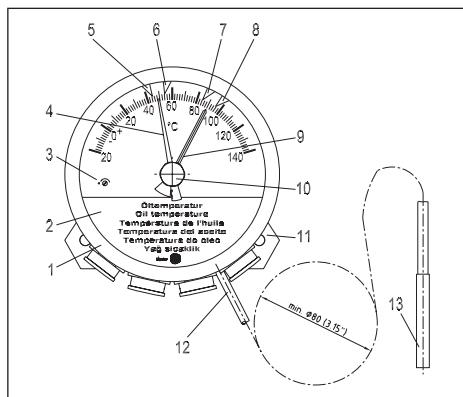
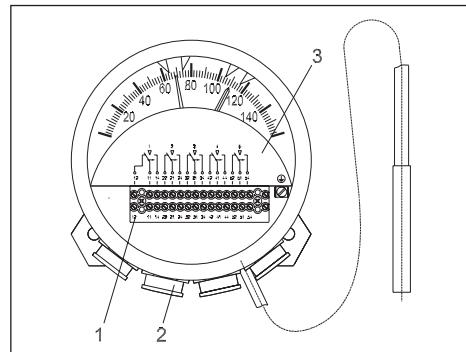

Fig. 1
Fig. 3
El termómetro de aguja se sujetó al transformador con la placa de fijación (fig. 1/11). La distancia entre los agujeros de fijación es de 140 mm y el diámetro de los agujeros de 9 mm. Montar el aparato en vertical. Elegir el lugar de montaje de modo que el aparato no esté expuesto ni a vibraciones ni a oscilaciones en la red. Montar el aparato en vertical.
3.2 Tubo capilar (fig. 1/12)
Desenrollar el tubo capilar sin torsiones ni pliegues. ¡No transportar el termómetro de aguja agarrándolo por el tubo! Colocar y fijar el tubo capilar, enrollar lo que sobre del mismo y fijarlo en un lugar que no esté expuesto a altas temperaturas (máx. 60°C). Radio de flexión mínimo 10 mm. Diámetro de arrollamiento mínimo 80 mm (ver fig. 1).
3.3 Sonda térmica (Bild 1/13)
3.5 Indicador de arrastre (Bild 1/9)
El indicador de arrastre se acciona por la aguja e indica su desviación máxima. El indicador de arrastre se pone a cero por medio del botón (fig. 1/10).
Al cerrar el aparato, asegurarse de que la posición del indicador de arrastre (fig. 1/9) sea la correcta. Dicho indicador debe hallarse a la derecha de la aguja (fig. 1/4). Volver a colocar el anillo de cierre de bayoneta y girar hasta el tope en el sentido que marcan las agujas de un reloj.
4.1 Conexión de los microinterruptores (fig. 3)
Plegar hacia arriba la protección de cubierta (fig. 1/2) para conectar los microinterruptores. Retirar el aislamiento de los cables de conexión a una longitud de aprox. 160 mm y el aislamiento de los hilos conductores necesarios a una longitud de aprox. 6 mm. Montar las atornilladuras de cables suministradas con los cables de conexión tal y como se indica en el plano del anexo (fig. 8). Asegurarse de que dichas atornilladuras se sujeten a los cables de forma hermética. Conectar los hilos conductores, como indica el esquema de conexión impreso en la protección de cubierta (fig. 3/3), a la regleta de bornes (fig. 3/1).
tengan durante unos minutos (aprox. 15 min) a temperaturas constantes. Es posible realizar un reajuste. El tornillo de ajuste (fig. 1/3) se halla en la parte delantera del instrumento.